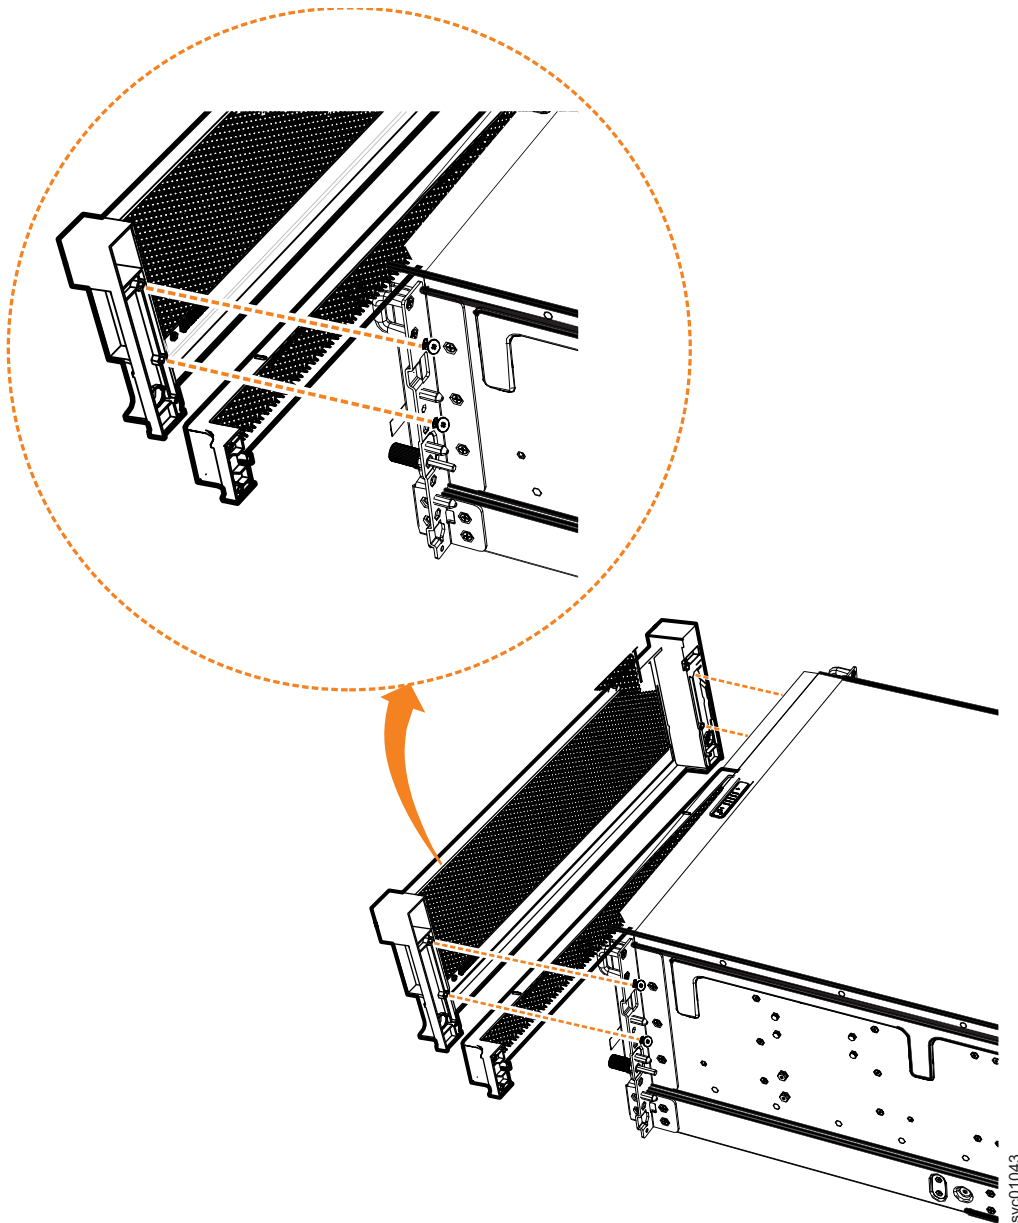

Abbildung 81. Blendenkomponenten wieder an Erweiterungsgehäuse anbringen
2. Richten Sie die 4U-Frontblende so am Gehäuse aus, dass die Rändelschrauben durch die Schraublöcher an den beiden Seiten passen. Wie in Abb. 81 auf Seite 90 gezeigt, werden mit dieser Aktion die Schraublöcher an der Rückseite der Blende an den Schraublöchern am vorderen Flansch des Gehäuses ausgerichtet.
4. Bringen Sie die untere 1U-Blende wieder an, mit der die Netzteile abgedeckt werden. Richten Sie die Blende am Gehäuse aus und drücken Sie die Blende vorsichtig ein, bis sie am Chassis einrastet (siehe Abb. 81 auf Seite 90).